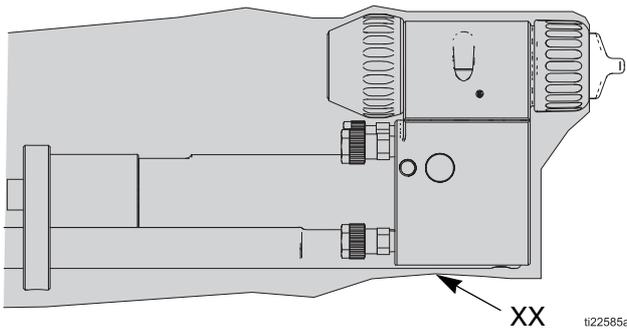

FIG. 17. Copertura della pistola
Installare la copertura della pistola (XX) sulla parte frontale della pistola e farla scorrere all'indietro per coprire le tubazioni e i flessibili esposti sulla parte posteriore del collettore. Vedere FIG. 17.